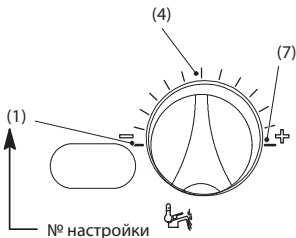

Рис. 20
- 2 Чтобы изменить настройку, поверните регулятор температуры горячего водоснабжения и установите его в **выбранное положение** (Рис. 20 - Рис. 16).